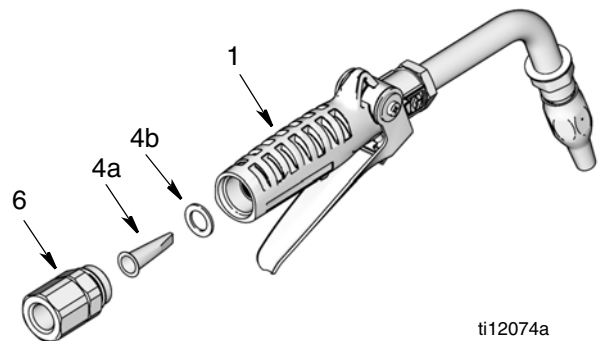

FIG. 4
2. Desenrosque el accesorio de conexión de la manguera de la pieza giratoria (6).
3. Extraiga la pieza giratoria (6) de la manija de la válvula (1).
4. Saque el filtro de malla (4a) y la arandela (4b) del interior de la pieza giratoria (6).
5. Reemplace la arandela (4b) y el filtro de malla (4a). Consulte la FIG. 4 para asegurar la correcta orientación del filtro en la pieza giratoria.